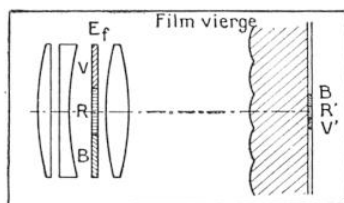

FIG. 1. — PRINCIPLE DU FILM GAUFRÉ R. BERTHON
lentilles microscopiques (1/24 mm environ). Pour sélectionner les couleurs de l'objet photographié, l'objectif de prise de vues comporte un écran-filtre divisé en trois zones teintes respectivement en vert, en rouge et en bleu. Chaque zone arrête, par conséquent, les radiations lumineuses autres que celles correspondant à sa couleur propre (1). Cet objectif formerait ainsi, sur un film ordinaire, une image de l'objet, ou plutôt trois images superposées, l'une provenant du passage des radiations vertes émises par cet objet, l'autre correspondant aux radiations rouges, la troisième aux radiations bleues. Mais voici comment ces trois images sont sélectionnées par le réseau lenticulaire du film spécial (fig. 1). Chaque lentille élémentaire, placée au foyer de l'objectif, donne de l'écran-filtre E' une image $V'R'B'$ située sur l'émulsion panchromatique. Dans ces conditions, la surface élémentaire d'émulsion située derrière une des lentilles du gaufrage se divise automati-
(1) C'est le principe de la trichromie d'après lequel on peut reconstituer, au moyen de trois couleurs convenablement choisies toutes les teintes d'un objet.